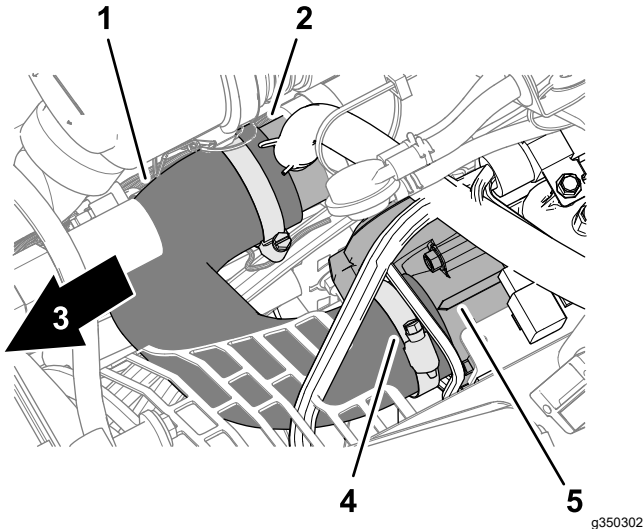

Figura 6
1. Monte o tubo do filtro de ar no tubo de ventilação em T e entrada do corpo do acelerador (Figura 6).
2. Prenda o tubo do filtro de ar no tubo de ventilação e corpo do acelerador com as duas braçadeiras de tubos (Figura 6) que removeu em Remoção do tubo do filtro de ar \(página 3\).